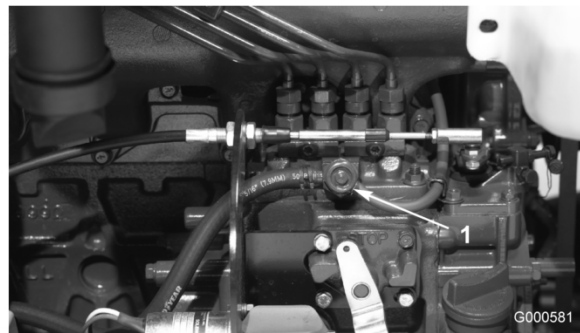

Figura 36
3. Abra el tornillo de purga de aire de la bomba de inyección de combustible (Figura 36).